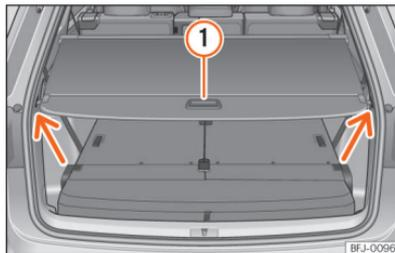

Abb. 194 Im Gepäckraum:
- Abdeckung am Griff »» (Abb. 194) ① etwas nach hinten ziehen und nach oben aus der Halterung (Pfeile) nehmen. Abdeckung vorsichtig von Hand nach vorne führen.